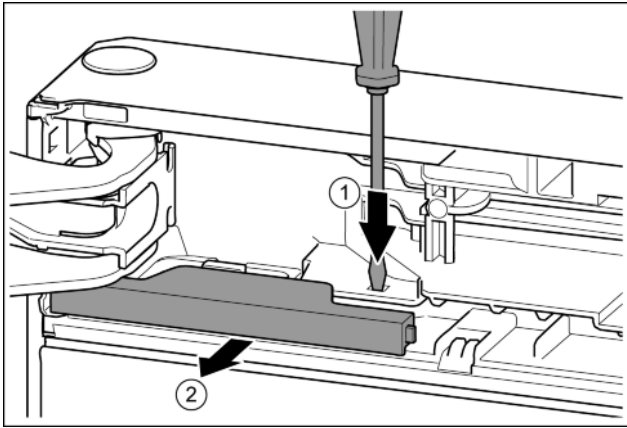

Fig. 11
- Nyomja a fedőlemez csavarhúzóval. Fig. 11 (1)
- Húzza ki a fedelet a reteszelésből. Fig. 11 (2)